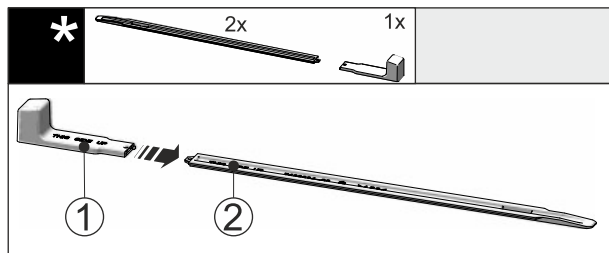

Fig. 49
- Montagegriff Fig. 49 (1) an die Nivellierschiene Fig. 49 (2) stecken.